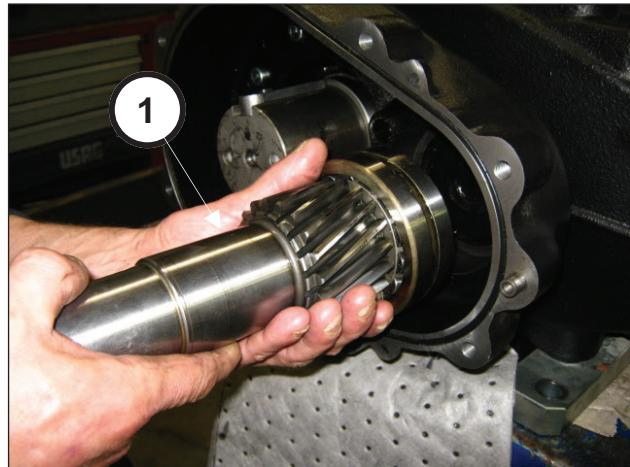
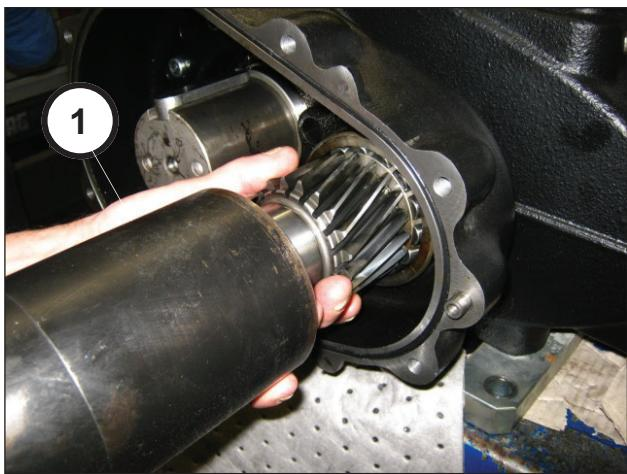

图 76
图 77
将链轮组件安装在减速齿轮箱(①，图 76)中，并使用工具代码为27884900和27885000的工具(①，图 77)将其插入到底座中。